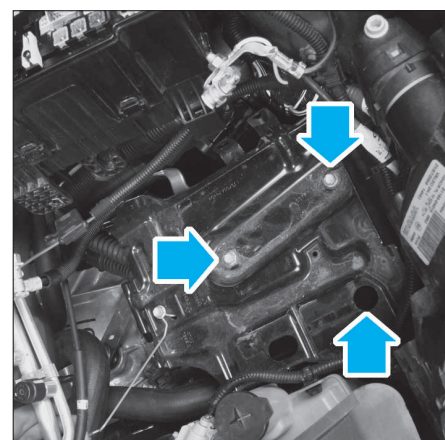

FIG. 7
- Déposer le support batterie (3 vis) (fig. 7).